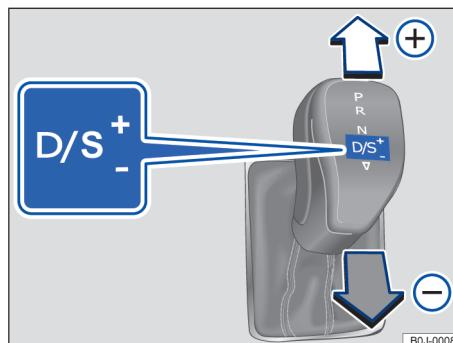

图 86 处于 Tiptronic 位置的变速杆
- 向前 $+$ 或向后 $-$ 轻推变速杆即可上下切速挡 → 图 86。